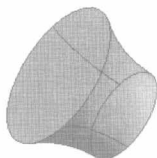
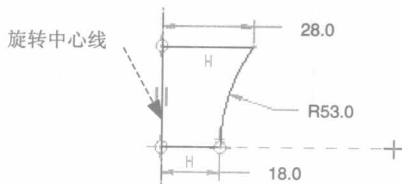

图 1.2 旋转 1
图 1.3 截面草图
- (1) 选择下拉菜单 **文件(F)** → **新建(N)...** 命令（或单击“新建文件”按钮 ），系统弹出文件“新建”对话框。
- (2) 在此对话框的 **类型** 选项组中选择 **零件** 单项选项。
- (3) 在 **名称** 文本框中输入文件名 INSTANCE_AIR_PIPE。
- (4) 取消 ☒ **使用缺省模板** 复选框中的“√”号，单击该对话框中的 **确定** 按钮。
- (5) 在系统弹出的“新文件选项”对话框的 **模板** 选项组中，选择 **mmns_part_solid** 模板，单击该对话框中的 **确定** 按钮。
Step2. 创建图 1.2 所示的基础特征——旋转 1。
- (1) 选取命令。选择下拉菜单 **插入(I)** → **旋转(R)** 命令。
- (2) 在绘图区右击，从弹出的快捷菜单中选择 **定义内部草绘...** 命令；选取 **FRONT** 基准平面为草绘平面，**TOP** 基准平面为参照平面，方向为 **顶**；在“草绘”对话框中单击 **草绘** 按钮。
- (3) 绘制图 1.3 所示的特征截面（要绘出中心线），完成后单击“草绘完成”按钮 .